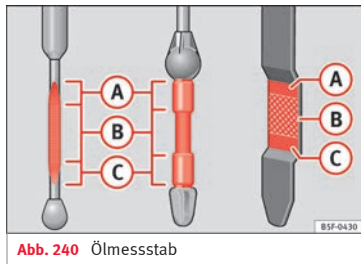

Abb. 240 Ölmesstab
- Den Messstab anschließend wieder herausziehen und den Ölstand ablesen »» **Abb. 240**. Füllen Sie gegebenenfalls Motoröl nach.
Liegt der Ölstand über dem Bereich »» Abb. 240 A, starten Sie den Motor bitte nicht. Dies könnte zu einer Beschädigung des Motors und des Katalysators führen. Wenden Sie sich an einen Fachbetrieb.
Der Ölstand darf keinesfalls oberhalb des Bereichs »» Abb. 240 A liegen. Andernfalls kann Öl über die Kurbelgehäuseentlüftung angesaugt werden und durch die Abgasanlage in die Atmosphäre gelangen.